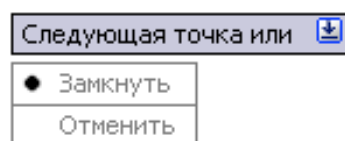
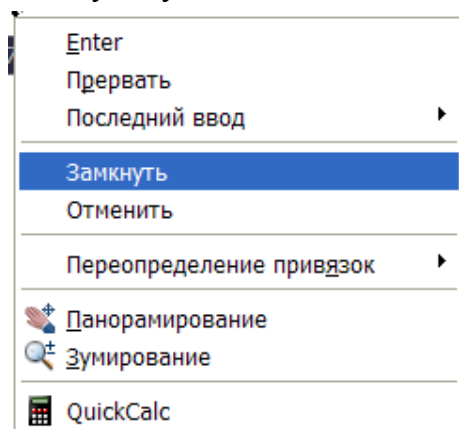

Рис. 1.27. Выбор опции **Замкнуть**
Рис. 1.28. Контекстное меню
- воспользовавшись клавишей  в окне динамического ввода (рис. 1.27); для этого нужно нажать на клавиатуре клавишу стрелки [↓] и левой кнопкой мыши щелкнуть на опцию **Замкнуть** (для выбора опции **Замкнуть** можно также использовать клавиши стрелок [↓] [↑] на клавиатуре);
- из контекстного меню, если нажать правую клавишу мыши и выбрать из появившегося контекстного меню опцию **Замкнуть** (см. рис. 1.28).
Если во время построения вы неправильно задали координаты какой-либо точки и построили ее, то отменить эту команду можно при помощи клавиши  в окне динамического ввода, выбрав опцию **Отменить** (рис. 1.27), или при помощи контекстного меню (см. рис. 1.28), вызванного правой клавишей мыши, выбрав опцию **Отменить**.